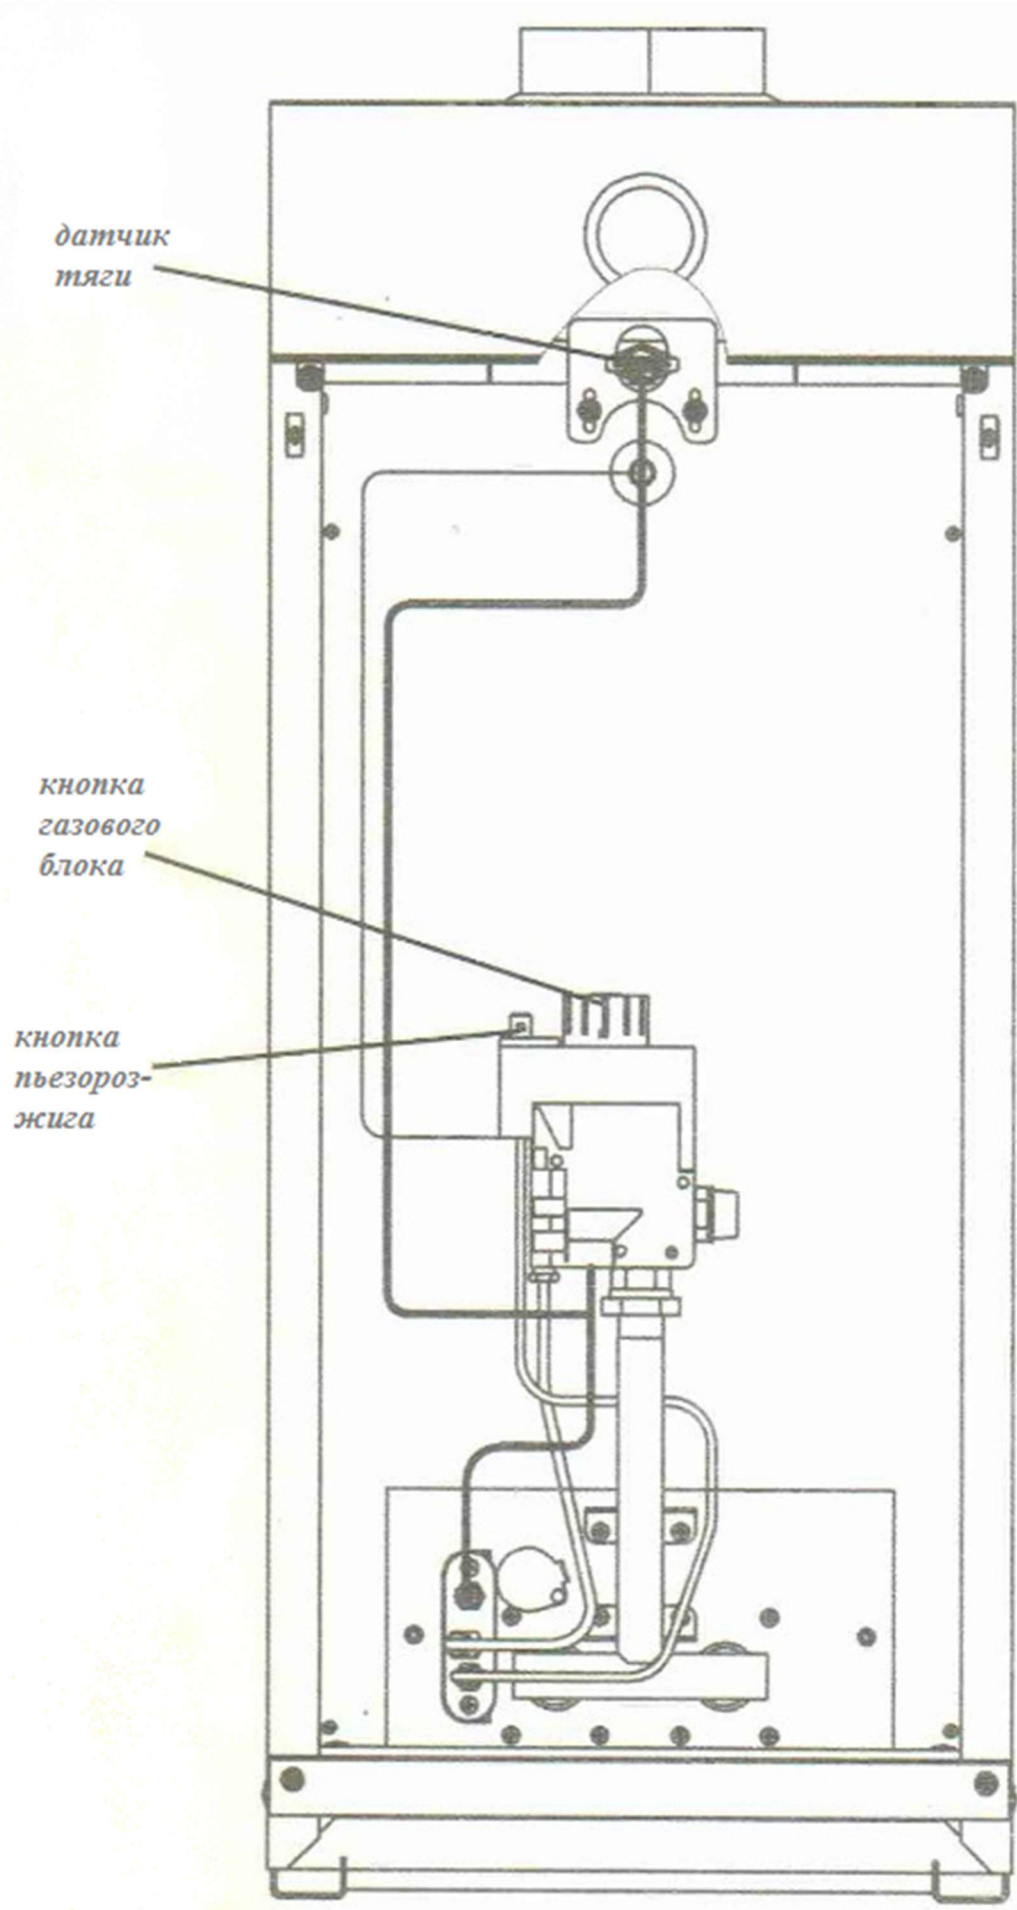

Рис.15. Особенности аппарата ГИДРОТЕРМ «Алтай» 7,5- 20 (дверца не показана).
8.2.3. Нажать на ручку до упора и, удерживая её, произвести 2-3 нажатия на кнопку пьезорозжига (см. рис.15). Допускается розжиг производить спичкой через смотровое окно.